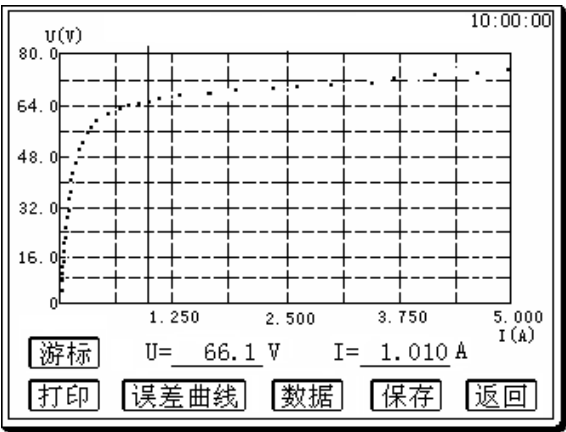

图 9
试验结束后，屏幕显示 CT 伏安特性测试曲线（如图 9 所示）。该界面各操作功能如下：
**游标：**使用旋转鼠标将光标移至 **游标** 选项上选定，即进入游标数据查询功能（如图 9 所示）。使用旋转鼠标左移或右移游标线，可查看伏安特性测试曲线任意一点的电流和电压值。
**查询**：按下此按钮进入伏安特性曲线及 10 %误差曲线显示界面（图 9），可详细查看并打印此组历史记录的数据和曲线。